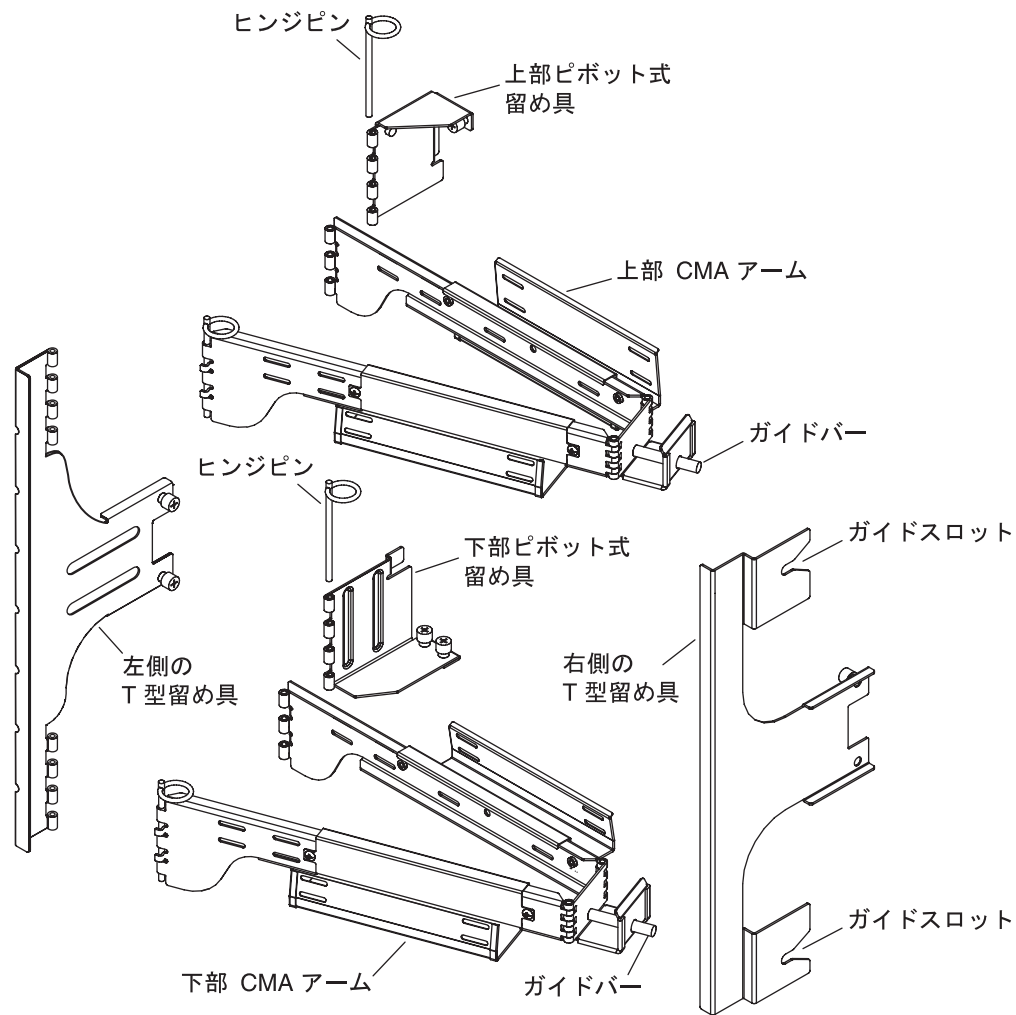

図 14-3 上部および下部の CMA アームと左側および右側の T 型留め具
CMA-800 を取り外すには、図 14-3 を参照して CMA 部品および方向を確認してから、以降の手順に進んでください。
1. 図 14-3 を参照して、手順全体で使用する CMA 部品を確認します。